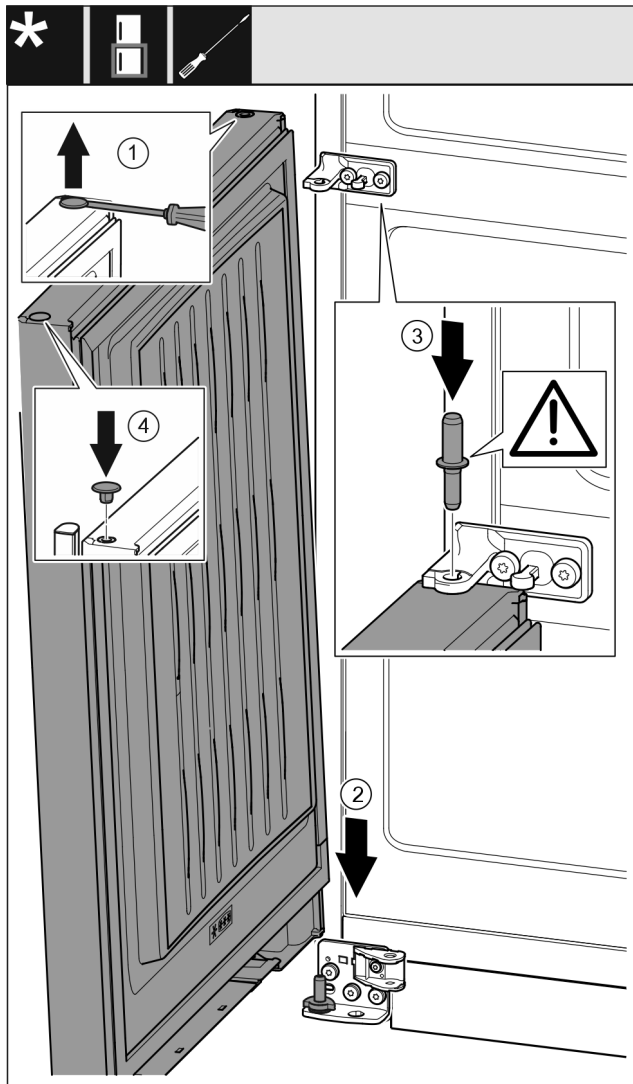

Fig. 55
- Stopfen Fig. 55 (1) vorsichtig mit einem Schlitzschraubendreher anheben und herausziehen.
- Tür Fig. 55 (2) von oben auf den unteren Lagerbolzen aufsetzen.
- Lagerbolzen Mitte Fig. 55 (3) durch Lagerbock Mitte in die untere Tür einsetzen. Dabei darauf achten, dass der Rastnocken nach hinten zeigt.
- Stopfen Fig. 55 (4) auf der anderen Türseite wieder einsetzen.